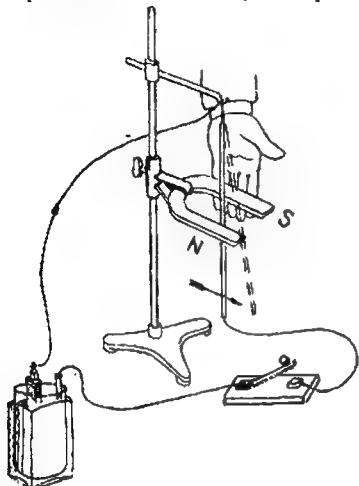

Fig. 4. — Magnetul deviază curentul electric
d) Luăm un magnet în formă de potcoavă și-l fixăm cum se arată în fig 4. Atărnăm apoi între ramurile magnetului o sârmă subțire și îi legăm capetele la bornele pilei.